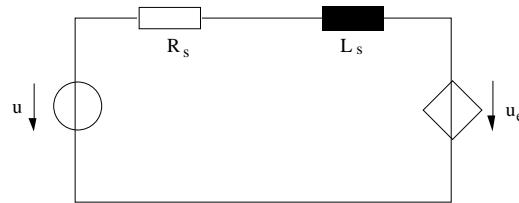

**Figure 3**
- constitué de pôles excités par un bobinage à courant continu (puissances de 10 kW à 1000 MW) (Fig. 3)